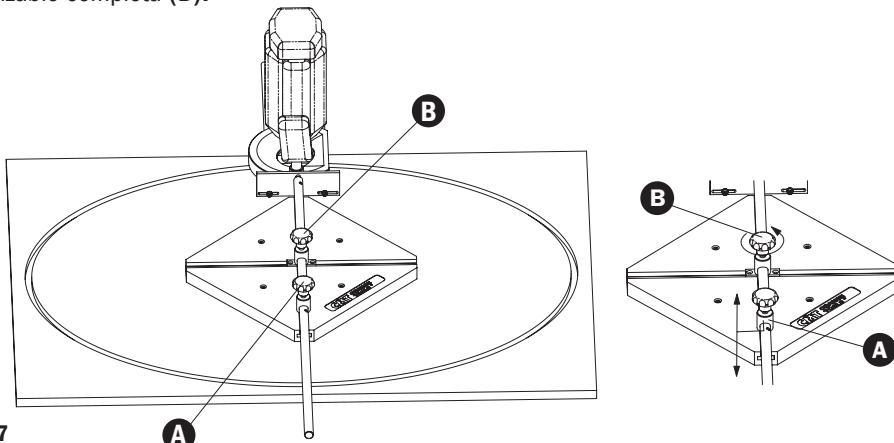

Fig. 7
**(Fig. 7)** Gire la electrofresadora de 90°. La estructura de plástico (1) no está girada, la guía deslizable completa (B) está en el centro de la estructura de plástico (1).